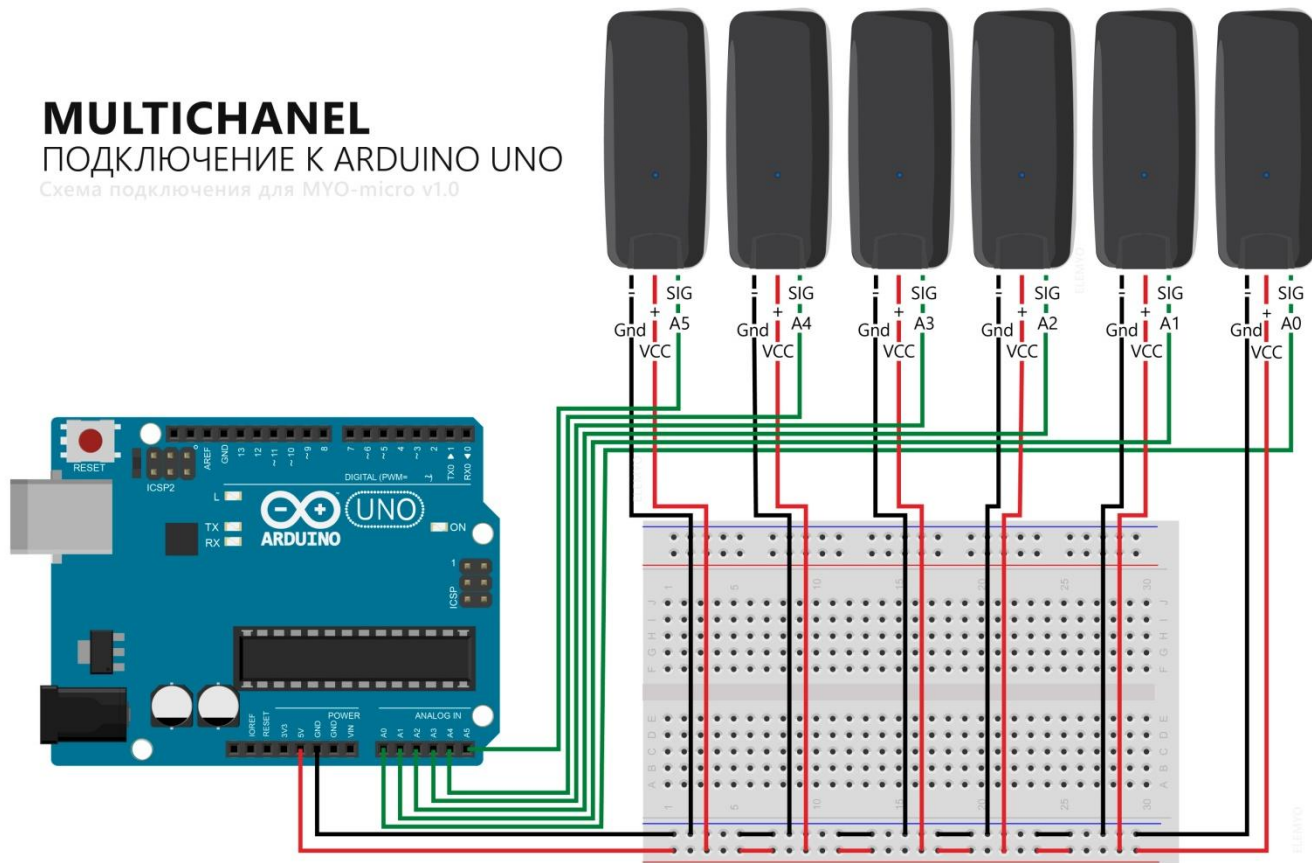

Рис. 5: Пример подключения шести датчиков к Arduino.
- подключите датчики MYO-micro v1.0 к Arduino согласно схеме на рис. 5